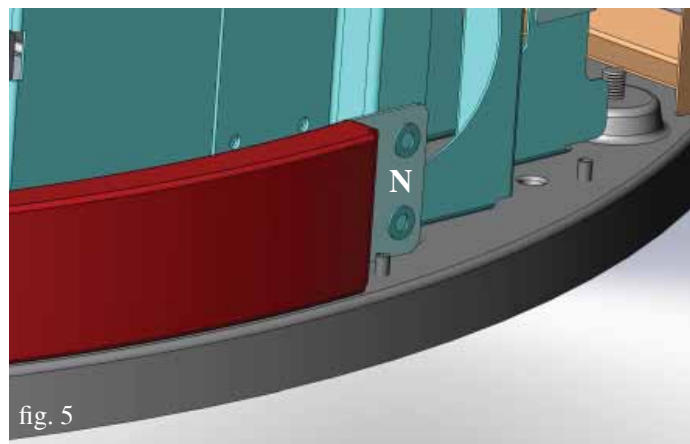
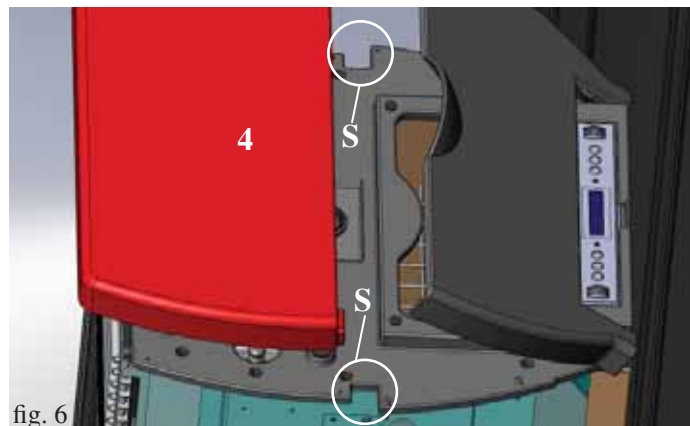

fig. 5
fig. 6
- Fixer les céramiques avec les petites plaques appliquées à la structure du poêle en utilisant les vis et les rondelles fournies dans les trous prévus à cet effet (fig. 5).
-Remonter les deux cotés postérieurs en aluminium (5).
-Placer le top en céramique (4) dans les fentes prévues à cet effet (S-fig. 6).
NB : Dans la version avec revêtement en tôle, le poêle est livré déjà assemblé, sauf le top en céramique qui doit être placé dans les fentes prévues à cet effet (S-fig. 6).